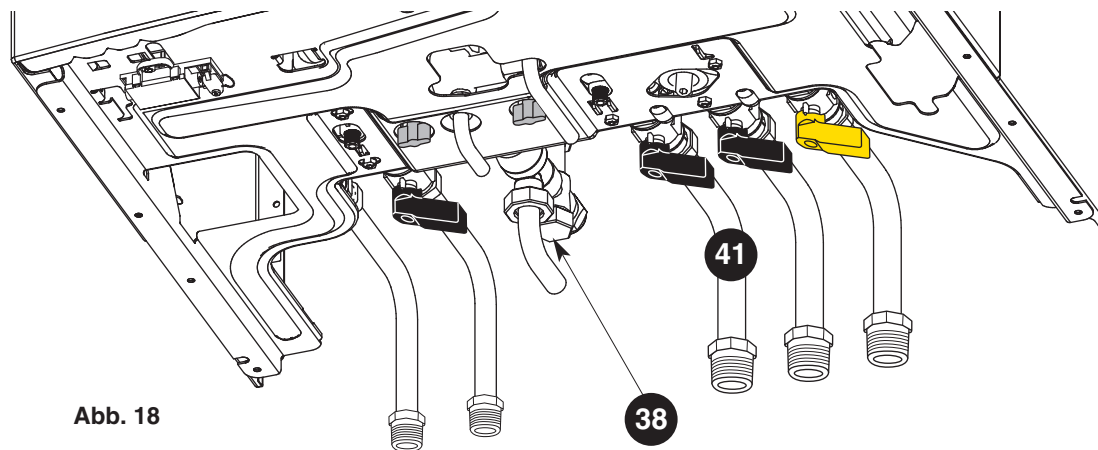

Abb. 18
- betätigen Sie das Ablassventil des Warmwasserspeichers **38** (Abb. 18). Das Wasser läuft aus der Ablassöffnung heraus.